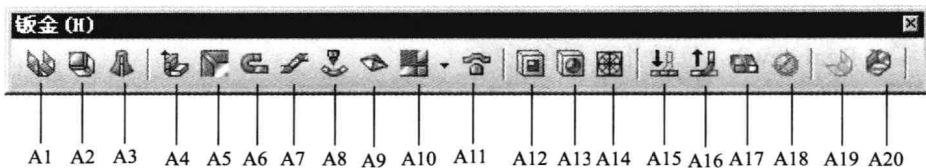

图 1.2.3 “钣金”工具条
( 钣金(H) 前的  按钮被按下), “钣金”工具条(图 1.2.3)显示在工具栏按钮区。